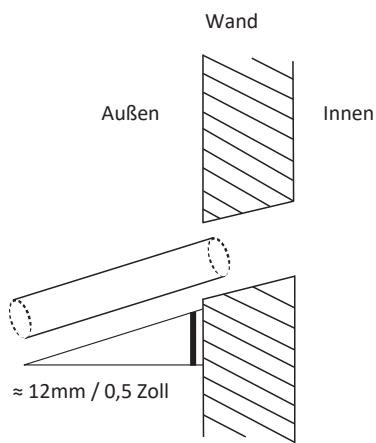

Abb. 6,4
2. Schieben Sie das Ablaufrohr auf den Kondensatanschluss am Gerät. Fixieren Sie das Rohr mit einer Rohrschelle und isolieren Sie das Rohr. (Abb. 6,1)